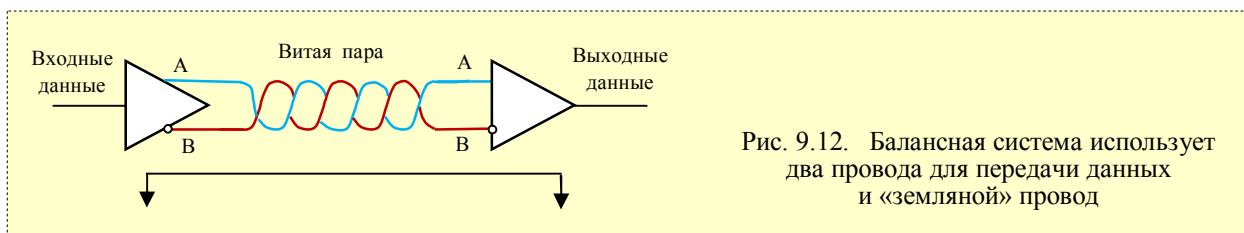

Рис. 9.12. Балансная система использует два провода для передачи данных и «земляной» провод
**Кабель** представляет собой балансную систему (*рис. 9.12*), в которой помимо двух проводников для передачи сигнала, используется «земляной» провод.